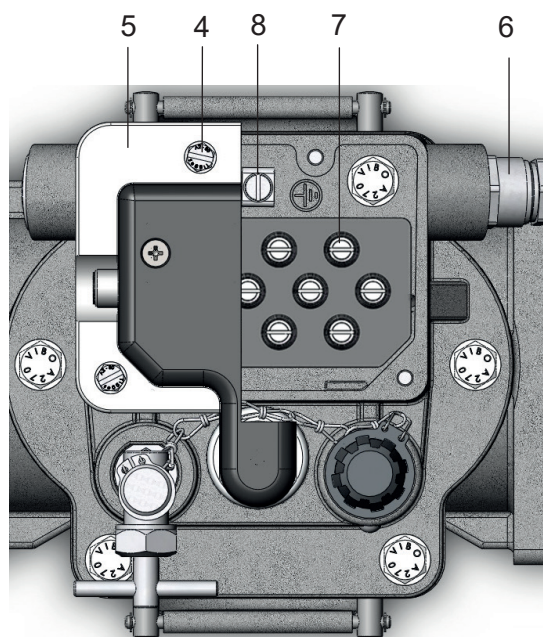

Figura 7 - Conexión eléctrica con más de 8 boquillas de paso
- par de apriete máximo 1,5 Nm para prisionero en caso de más de 8 boquillas de paso (Figura 7)